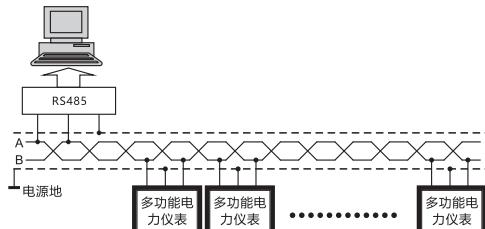

图2 T型网络的连接方式
5.5.1.4 仪表提供串行异步半双工RS485通讯接口,采用Modbus-RTU协议,各种数据信息均可在通讯线路上传送。在一条线路上可以同时连接多达32个网络电力仪表,每个电力仪表均可设置不同通讯地址(Address No.),不同系列仪表的通讯接线端子号码不同,通讯连接应使用带有铜网的屏蔽双绞线,线径不小于0.5平方毫米。布线时应使通讯线远离强电电缆或其他强电场环境,推荐采用T型网络的连接方式(见图2),不建议采用星形或其他的连接方式。